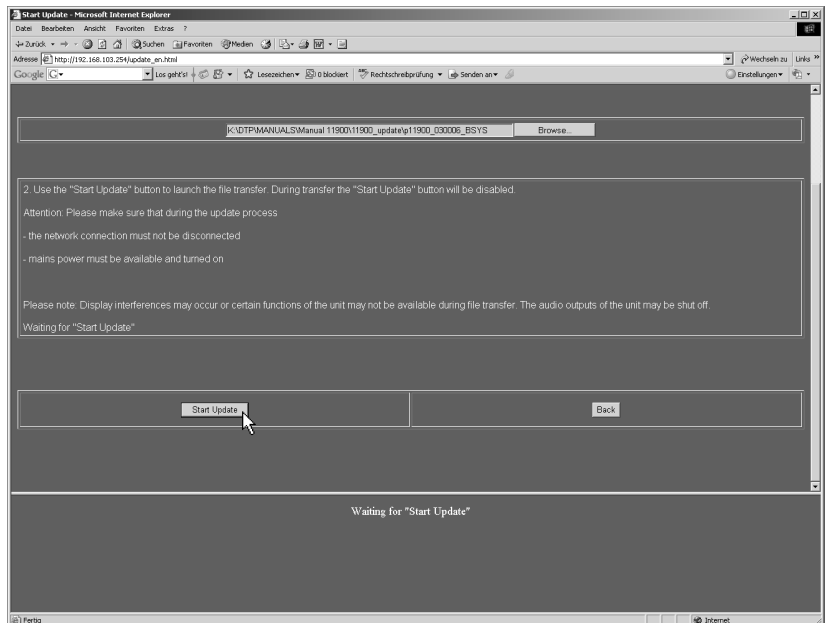

Bild 8-6: Starten des Updates mit der ausgewählten Update-Datei
- Aktivieren Sie über die Schaltfläche „Start Update“ den Software-Transfer (siehe Bild 8-6). **Achten Sie darauf, dass während des Datentransfers keine Unterbrechung der Netzwerkverbindung oder der Stromversorgung auftritt.**